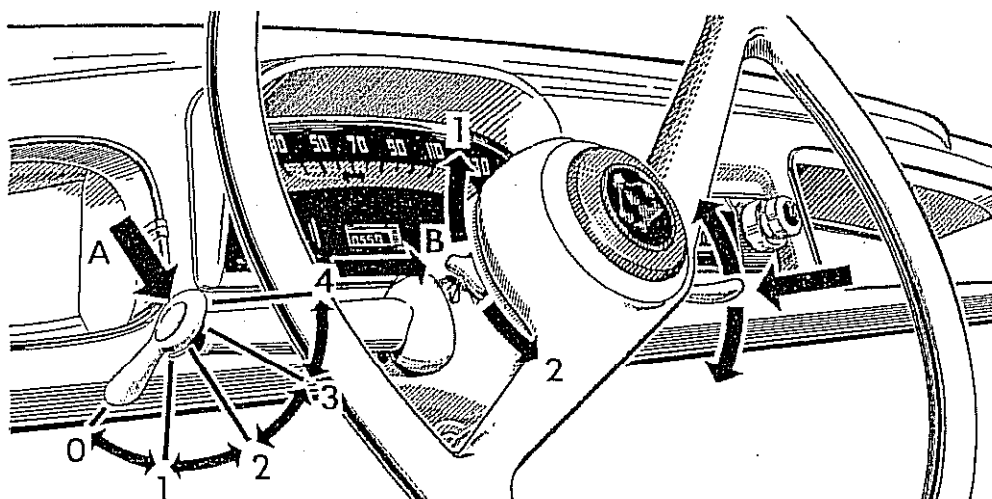

Fig. 173
INTERRUPTOR DE LUCES Y BOCINA: El interruptor de luces y bocinas está ubicado debajo del volante de dirección sobre el costado izquierdo. Las luces, son accionadas por una palanca (A, Fig. 173), cuyas posiciones se indican a continuación:
Para el cruce en ciudad se pasará de la posición (1) a la posición (2). Ver Fig. 173.
Pulsando la palanca (A) en el sentido indicado por la flecha (Fig. 173) se accionará las bocinas.
La llave selectora de bocinas (B, Fig. 173) se encuentra ubicada sobre la llave de luces y su mecanismo forma una sola pieza con la misma. Accionando la llave hacia arriba (posición 1), se obtiene tono alto (Bocina para carretera), hacia abajo (posición 2), se obtiene todo bajo (Bocina para ciudad).